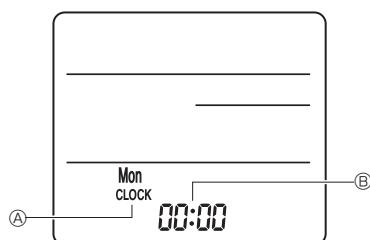

Fig. 7-10
3) Réglage (Réglage de l'horloge) (Fig. 7-10)